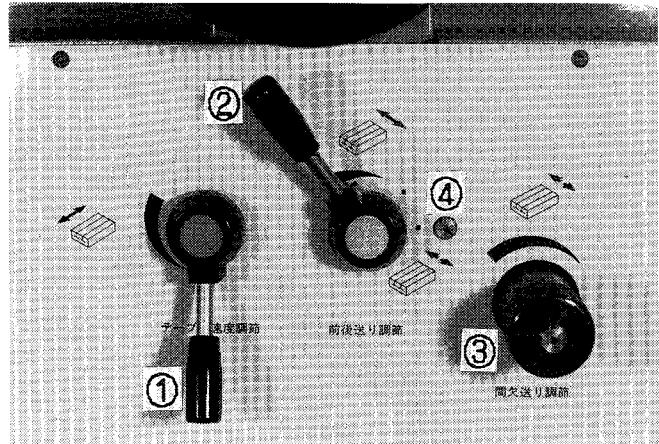

図1-5
(1) 油圧操作パネル (図1-5)
① テーブル速度調節レバー
- #### ② サドル前後送り切換レバー
- #### ③ ステップ送り量調節ノブ
- #### ④ ターリーバルブ